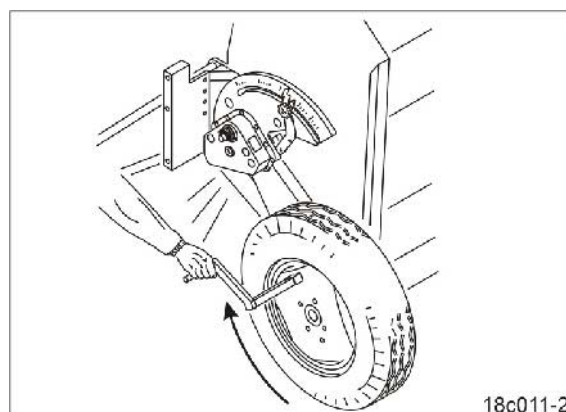

Рис. 127
11. Вращая колесо сеялки при помощи рукоятки для установки нормы высева, заполняйте высевные коробки (Рис. 127/1) до тех пор, пока высевные коробки не будут опорожнены.